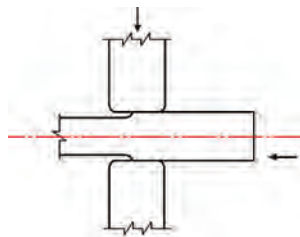

图2.6 拔长
(2) 拔长：是指沿垂直于工件轴向的方向进行锻打，以使其横截面积减小、长度增加的操作过程，如图2.6所示。常用于锻造轴类和杆类等零件。对于圆形坯料，一般先锻打成方形后再进行拔长，在锻造过程中要将坯料绕轴线不断翻转，最后锻成所需形状。